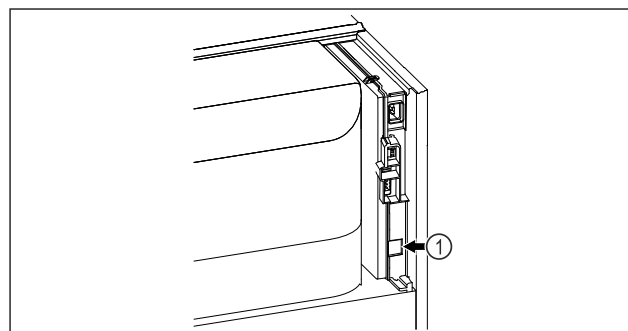

Fig. 79
- ❑ A SmartModule Fig. 79 (1) be van helyezve.